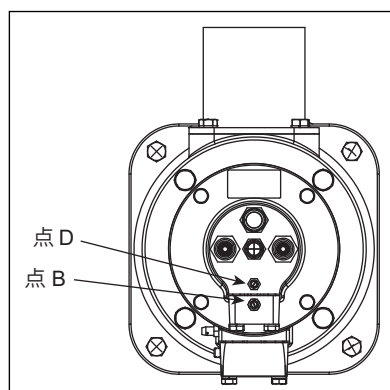

图 4.5. 设置高火燃气
4. 调节手动蝶阀直到测压孔 B 和测压孔 D 之间的燃气孔口两端的压差达到目标值为止 (见图 4.5)。